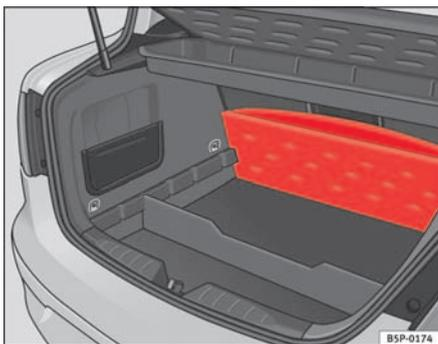

Fig. 103 Sportello vano portabagagli piegabile
- Sollevare il pavimento del vano portabagagli e piegarlo completamente all'indietro ⇒ fig. 103.